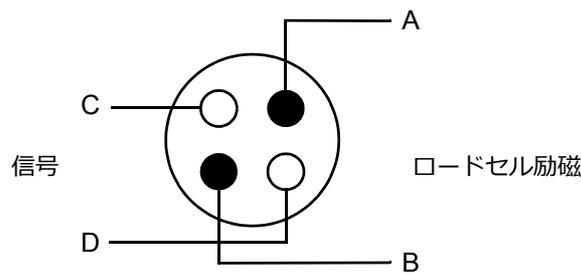

図 2-2. ロードセル用ケーブルの芯配置
- ロードセルからのケーブルは、**必ず堅牢な 4 芯ケーブル**を使用してください。図 2-2 参照。信号回路と励磁回路は、ペアが斜めに対向するようにしてください。